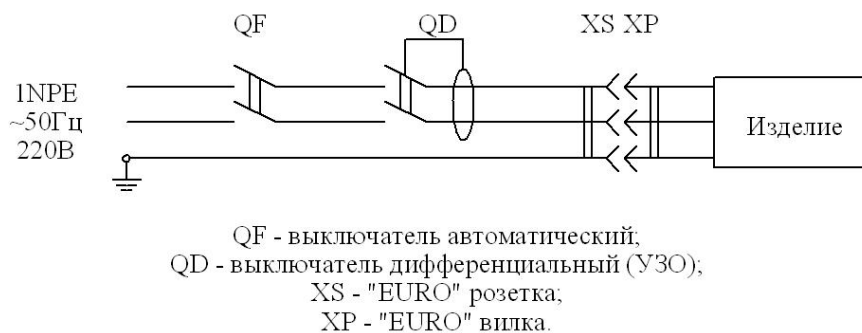

Рис. 1. Схема подключения изделия к электросети
6. 4. Изделие подключать к питающей электрической сети (рис. 1) через автоматический выключатель электромагнитной защиты и дифференциальный выключатель (УЗО). Выбор автоматического выключателя производить по большему ближайшему значению уставки срабатывания, а выбор дифференциального выключателя по номинальному току, который должен быть выше номинального тока автоматического выключателя и по номинальному отключающему дифференциальному току равному 30 мА.